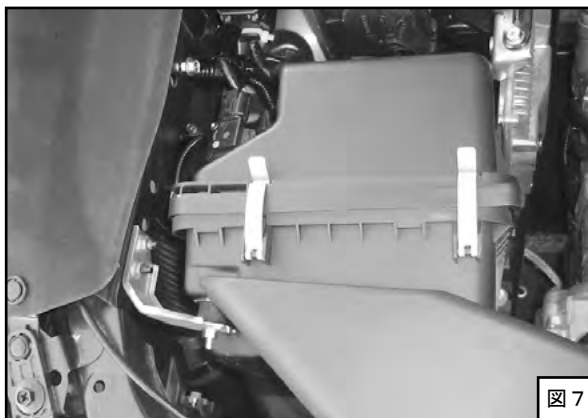

図 7
- (6) エアクリーナケースを元のように取付け、ジョイントホースφ 80 のホースバンドを本締めしてください。(図7)
- (7) ECU を純正ボルト2本で元のように固定してください。
- (8) エアフロメータのコネクタを接続してください。
- (9) エアインテークダクトを取付けてください。(図7)
- (10) バッテリーのマイナス端子(一)にケーブルターミナルを取付けてください。